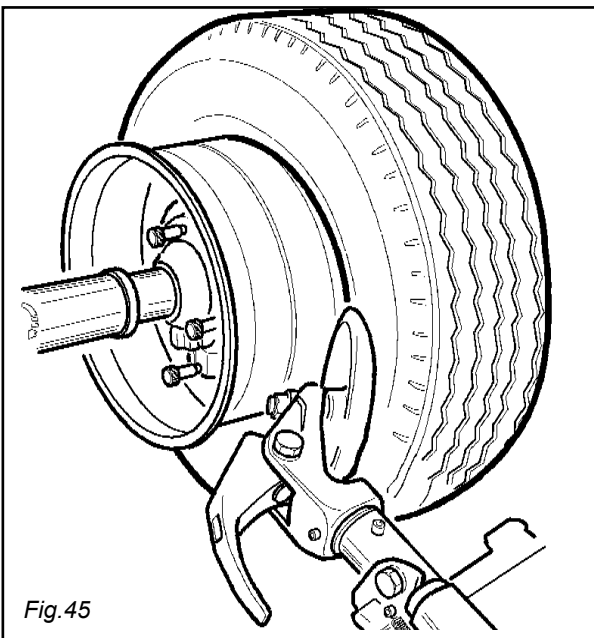

Fig. 45
- 20) Ruotare l'autocentrante e contemporaneamente avanzare con il disco stallonatore fino alla completa fuoriuscita del pneumatico dal cerchietto (Fig. 45)